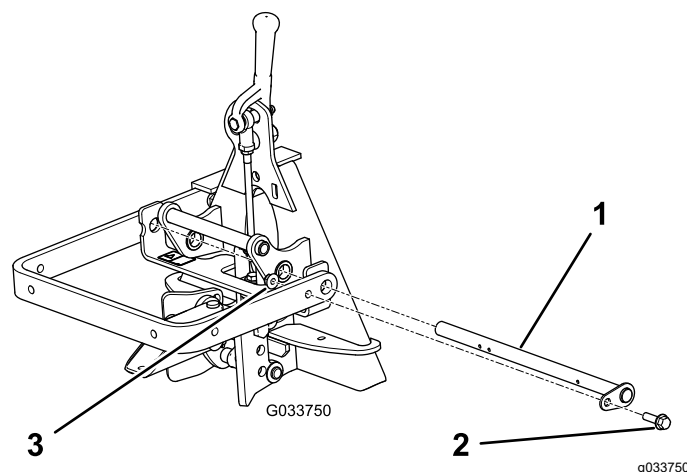

Figura 5
2. Insira a barra de articulação através dos orifícios (Figura 5).
3. Alinhe os orifícios na placa de retenção com o furo no braço de elevação e instale o parafuso de cabeça flangeada e porca flangeada (Figura 5).